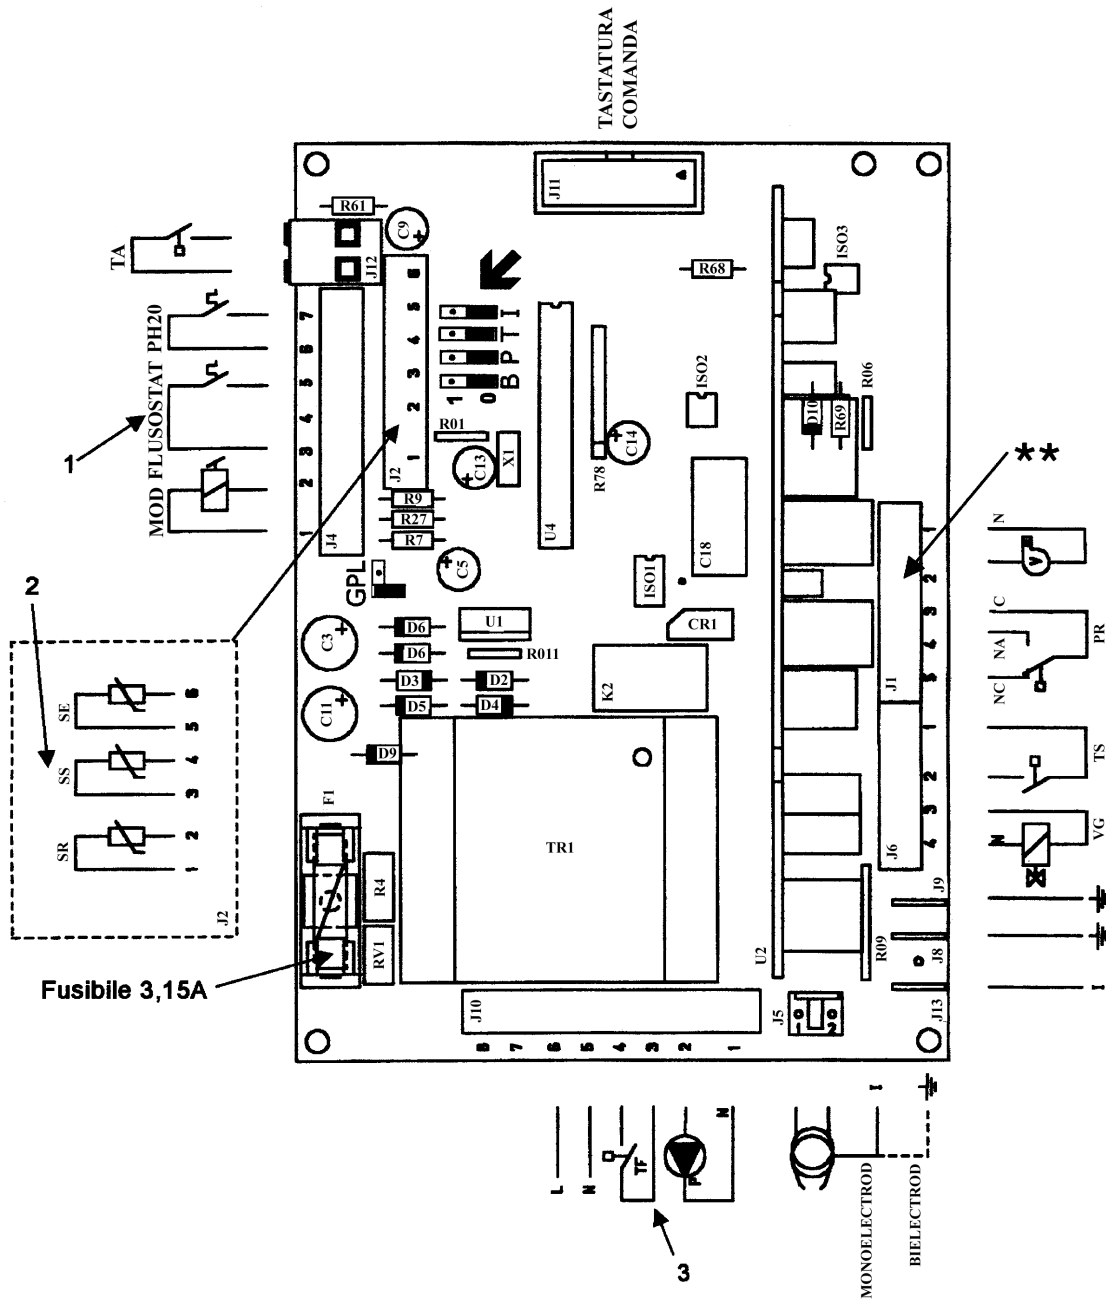

Fig. 2-36
- legăturile electrice sunt prezentate în fig. 2-36 și 2-37;